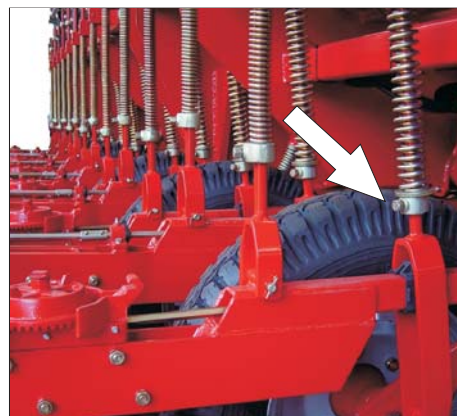

Fig. 49
1. Solte o parafuso de fixação do batente inferior. - **Fig. 49**